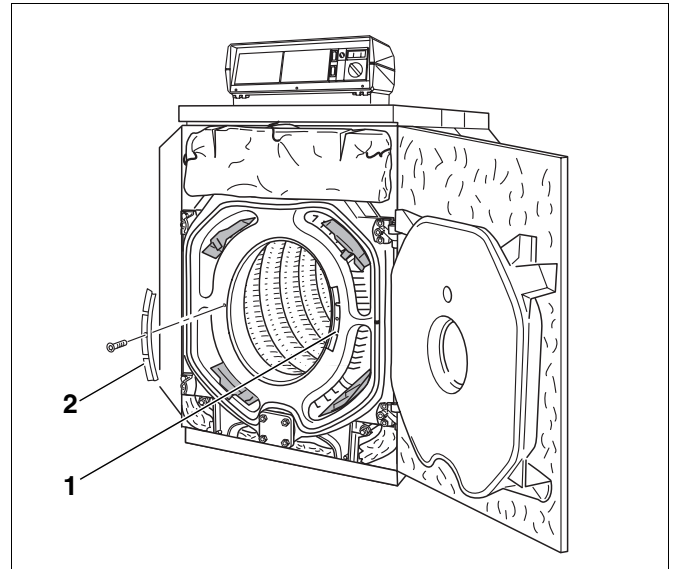
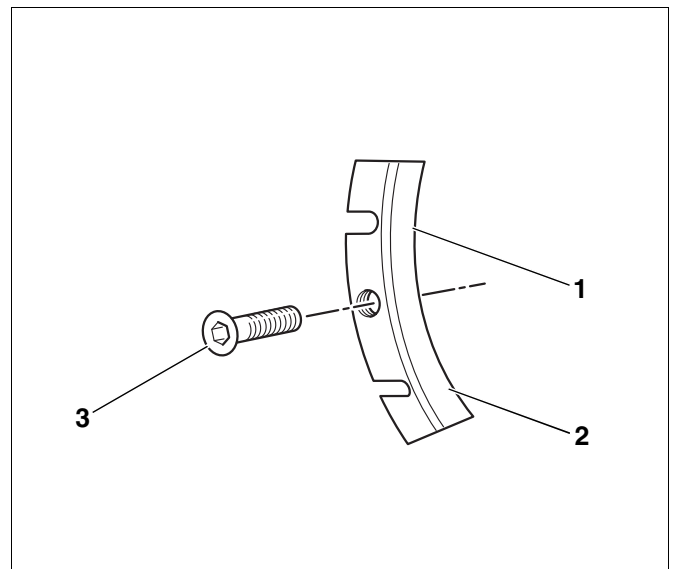

Abb. 67 Position der Heizgassperrplatten
Abb. 68 Heizgassperrplatte
- Jeweils die Innensechskantschraube in der Heizgassperrplatte lösen und die Heizgassperrplatten links und rechts entfernen (Abb. 67, **Pos. 1** und **2**).
- Jeweils die Innensechskantschraube (Abb. 68, **Pos. 3**) in der Heizgassperrplatte lösen und die Heizgassperrplatten links und rechts entnehmen (Abb. 67, **Pos. 1** und **2**).
- Heizgassperrplatte so auf eine Unterlage legen, dass die Einkerbungen (Abb. 68, **Pos. 1** und **2**) hohl liegen. Mit einem Hammer ein Segment der linken und rechten Heizgassperrplatte abschlagen.